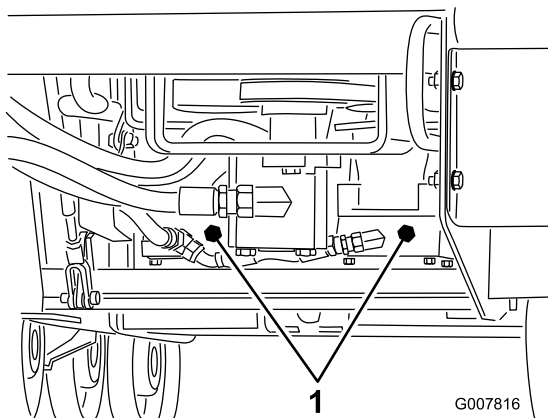

Figure 22
3. À l'aide d'une clé, donnez deux tours dans le sens antihoraire aux vannes de remorquage situées sur les pompes hydrauliques (Figure 22).